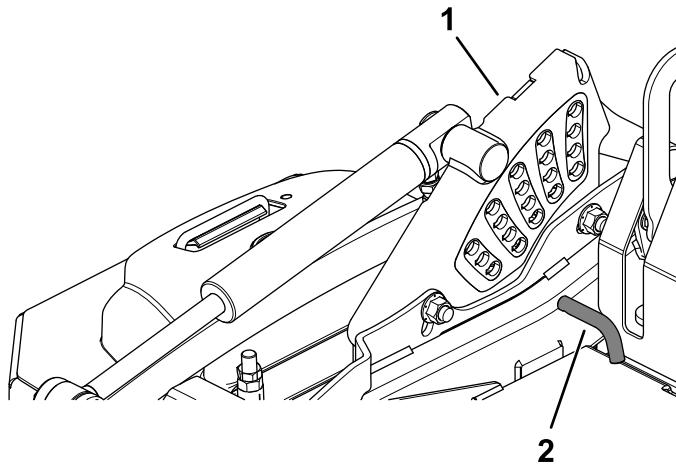

Figura 24
- Gire el pasador de altura de corte hasta que el pasador cilíndrico que contiene se alinee con las ranuras de los taladros del soporte de altura de corte, y retire el pasador (Figura 24).
- Introduzca el pasador de altura de corte en el taladro que corresponde a la altura de corte deseada (Figura 24).
- Consulte las alturas marcadas en la calcomanía situada en la placa de ajuste de altura (Figura 24).